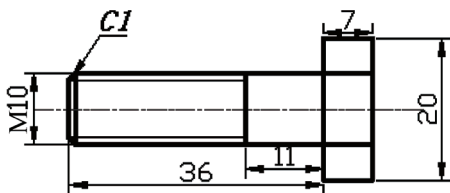

图 4-64 螺栓
本例主要利用“拉伸”命令拉伸图形，绘制图 4-64 所示的螺栓零件图。
(8) 保存文件 在命令行输入命令“QSAVE”，或者单击“标准”工具栏中的“保存”按钮。标注尺寸后最后得到图 4-64 所示的零件图。